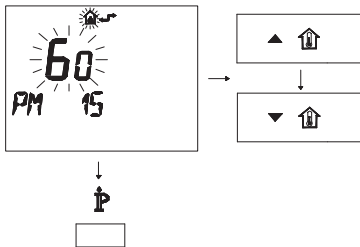

Figura 5.43
- Modificare il SET programmato agendo sui pulsanti ▲⏏ o ▼⏏ fino a visualizzare un **set di 60**, aspettare che il numero programmato cominci a lampeggiare (Figura 5.43)